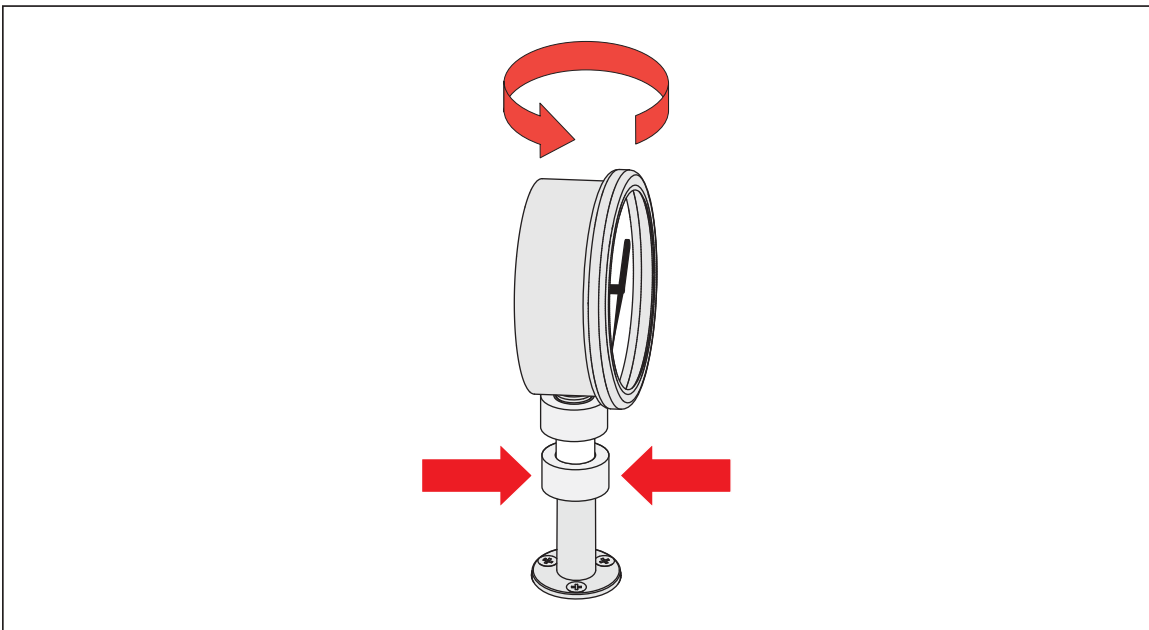

Figura 8 . Ajuste de la posición del medidor
3. Para ajustar la posición hacia delante, sujete el adaptador de medición y gire el instrumento en el SENTIDO CONTRARIO A LAS AGUJAS DEL RELOJ, de forma que mire hacia delante, consulte la Figura 8.